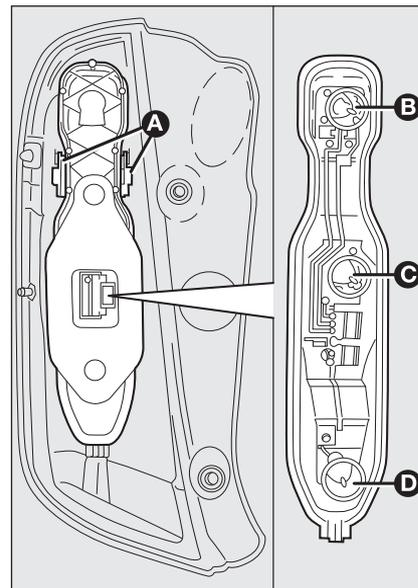

fig. 28
- appuyer sur les ailettes **A-fig. 28** de blocage porte-lampe et l'enlever de son siège;
- enlever les ampoules **B - C - D-fig. 28** en les poussant légèrement et en les tournant dans le sens inverse des aiguilles.